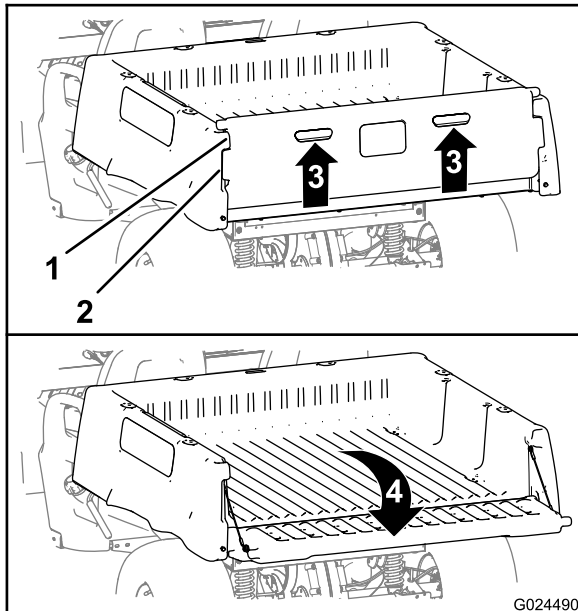

Figura 11
2. Sollevate agendo sugli elementi di spinta sul pannello posteriore della sponda posteriore (Figura 11).
3. Allineate le flange di bloccaggio della sponda posteriore alle aperture tra le flange della sponda stessa del cassone (Figura 11).
4. Ruotate la sponda posteriore indietro e in basso (Figura 11).
6. Ruotate la sponda posteriore in alto e in basso in modo che le flange di bloccaggio della sponda stessa siano a filo con la tasca della sponda nel cassone (Figura 11).
7. Abbassate la sponda posteriore in modo che si posizioni sul retro del cassone (Figura 11).